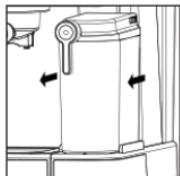
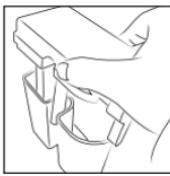

Рис. 1
Рис. 2
- Switch the coffee maker on by pressing the on/off button (16) «», all the operating mode indicators (16, 17, 18, 19, 20, 21, 22, 23, 24, 25) on the control panel (5) will light up.
- To rinse the coffee maker, press the cleaning button (21) «», all the indicators on the control panel (5) will go out, and the button (21) light indicator will flash, after the thermal block has heated up to the set temperature, the button (21) indicator will glow constantly, and hot water from the container (11) will be poured into the installed cup. After that a coffee making mode will be switched on, and hot water will be poured into the cup from the holder (4).
**Notes:** if you need to switch the water supply off during the cleaning, press the cleaning mode button (21) «» again.
- Switch the coffee maker off by pressing the on/off button (16) «».
- Pour the water out from the cup, take the container (11), pull it towards you and remove (fig. 1), remove the cappuccinator lid (12) from the container (11), drain the remaining water from the container (11).
- Внимание! Перед первым приготовлением кофе рекомендуется промыть термоблок, крышку капучинатора (12) и ёмкость для молока (11).
- Убедитесь, что съёмный поддон (1), решётка поддона (2) установлены на место.
- Снимите крышку (7), снимите ёмкость для воды (8).
- Наполните ёмкость (8) холодной водой до отметки максимального уровня, установите ёмкость (8) на место.
**Примечание:** ёмкость (8) предназначена только для воды, запрещается наполнять ёмкость (8) любыми другими жидкостями, например, молоком.
- Возьмитесь за ёмкость (11), потяните её по направлению к себе (рис. 1) и снимите с ёмкости (11) крышку капучинатора (12) (рис. 2). Наполните ёмкость (11) водой, до отметки максимального уровня.
**Примечание:** ёмкость капучинатора (11) предназначена только для молока, запрещается наполнять ёмкость (11) любыми другими жидкостями, использование воды допустимо только в режиме промывки капучинатора.